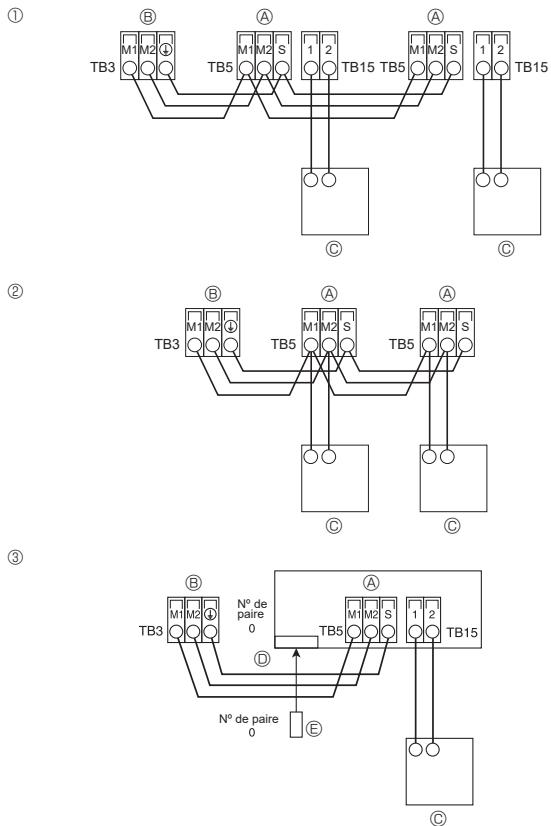

Fig. 5-3
5.3. Raccordement des câbles de la commande à distance et des câbles de transmission intérieurs et extérieurs (Fig. 5-3)
- ① Commande à distance MA
- ② Commande à distance M-NET
- ③ Télécommande sans fil (lors de l'installation du récepteur de signal sans fil)